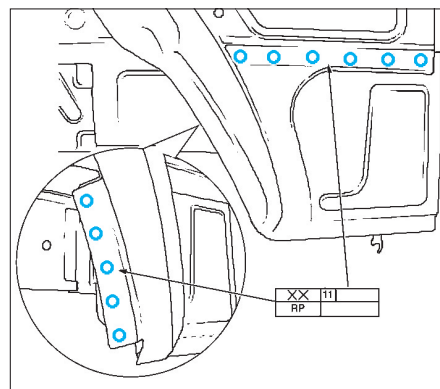

FIG. 135
- Souder le prolongement de panneau latéral inférieur (fig. 135).